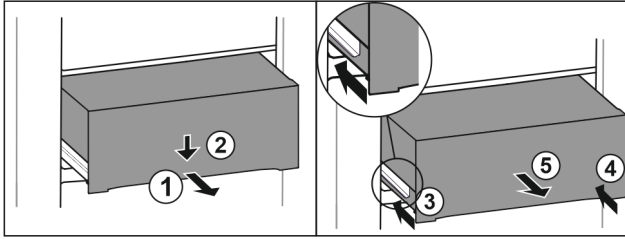

Fig. 103
- ▶ Вытяните выдвижной ящик наполовину. Fig. 103 (1)
- ▶ Вдавите выдвижной ящик в передней части вниз. Fig. 103 (2)
- ▶ Задвиньте левую направляющую прим. на 2 см. Fig. 103 (3)
- ▶ Задвиньте правую направляющую прим. на 2 см. Fig. 103 (4)
- ▶ Извлеките выдвижной ящик движением вперед. Fig. 103 (5)